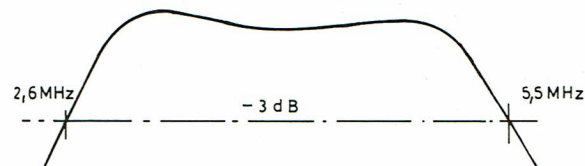

FIG. 7
- Régler : L 503 pour obtenir la courbe fig. 7.